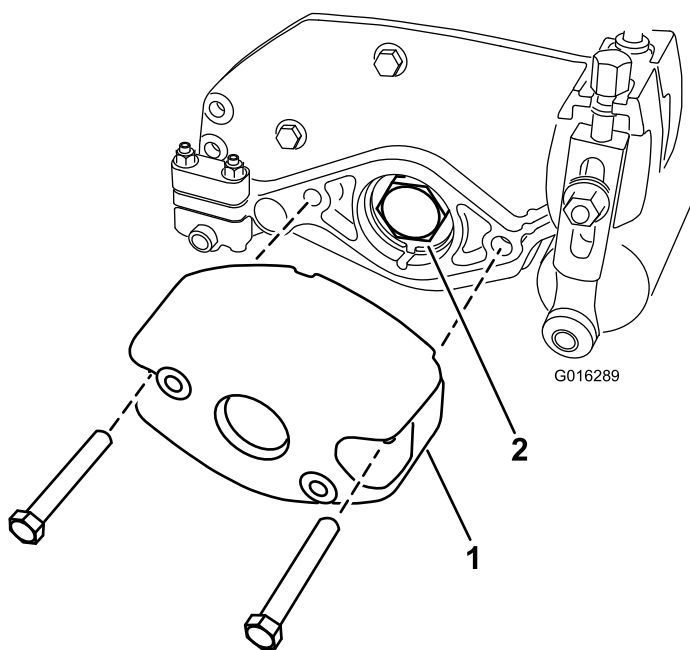

图2
5. 卸下将配重块固定至滚刀组右端的2个螺栓和螺母。拆下配重块图2。
6. 从滚刀轴上卸下轴承螺母图2。